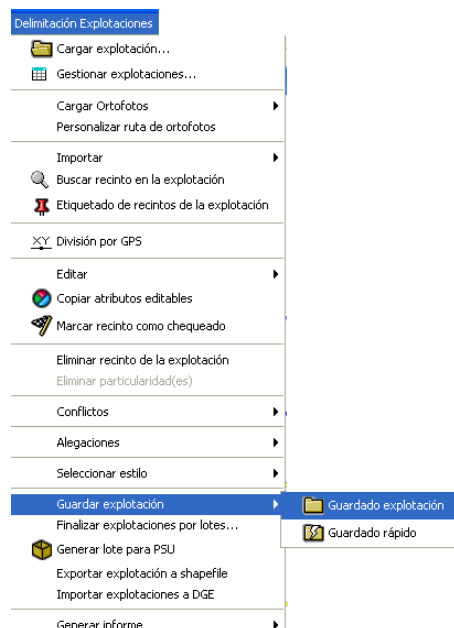
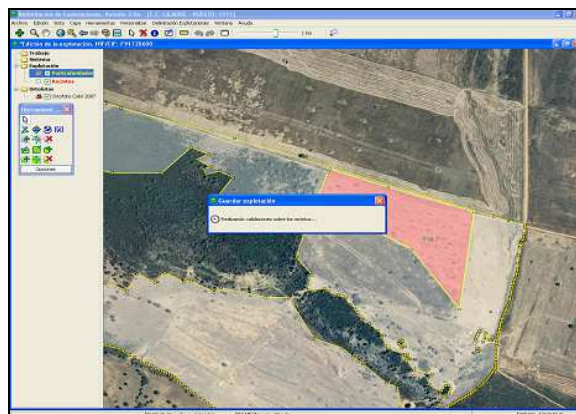

Fig. 70
Fig. 71
- **Guardar explotación:** Esta opción permite guardar la explotación. Para realizar el guardado, seleccionamos en el menú “*Delimitación Explotaciones - Guardar Explotación – Guardado Explotación*” (Fig. 70). Al realizar el guardado de la explotación se realizan validaciones sobre los datos cumplimentados (Fig. 71), si existe alguna incidencia por corregir aparecerá en una ventana con su descripción y, a menos que éstas se solucionen (incidencias descritas en rojo) no se podrá finalizar la explotación.